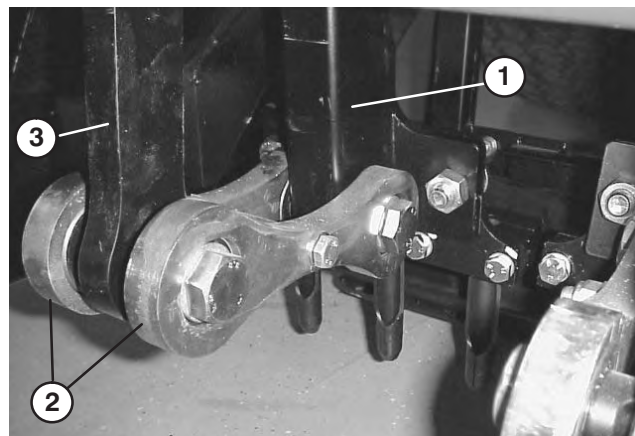

Figure 33
6. Retirez les fixations qui assujettissent le bas du bras d'aération ou du bras "rotalink" aux biellettes inférieures (Fig. 33). Alignez le bras d'aération avec la fente du châssis et enlevez le maneton.